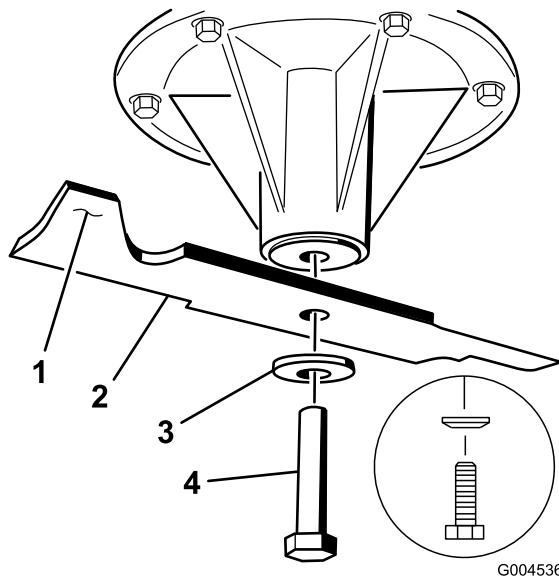
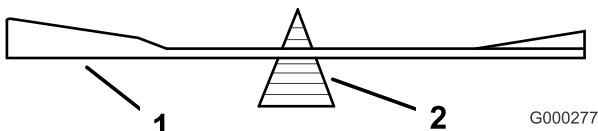

Figure 77
Figure 79
2. Enlevez de l'axe, le boulon, la rondelle bombée et la lame (Figure 77).
2. Vérifiez l'équilibre de la lame en la plaçant sur un équilibrage (Figure 79). Si la lame reste horizontale, elle est équilibrée et peut être utilisée. Si la lame est déséquilibrée, limez un peu l'extrémité de la partie relevée seulement (Figure 77). Répétez la procédure jusqu'à ce que la lame soit équilibrée.